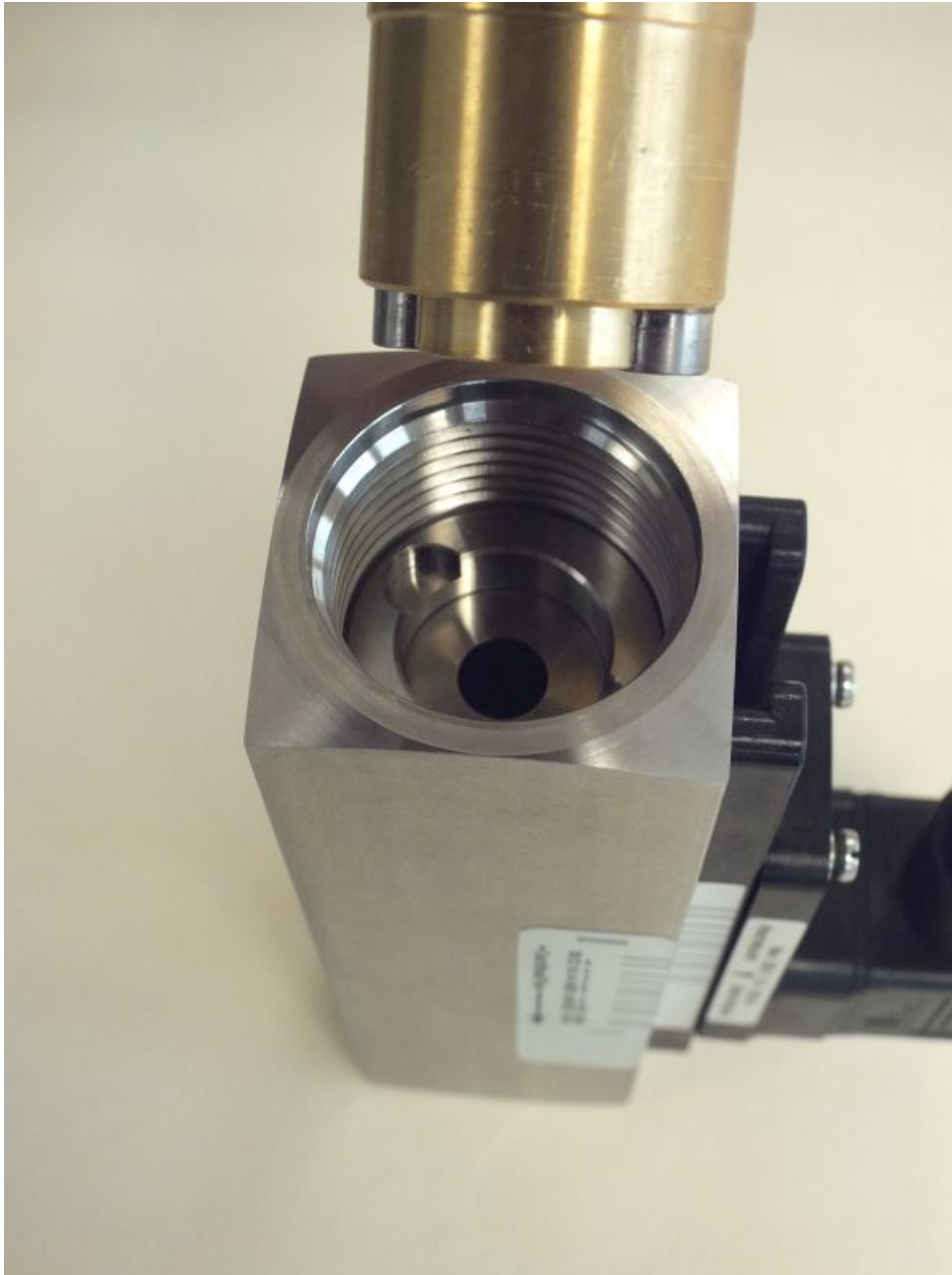

Abb. 50: Eindrehwerkzeug Gewinding (Eingang) einführen
- 10.** Das Eindrehwerkzeug-Gewinding in den Geräteeingang einführen (Abb. 50) und drehen bis es in die Mitnehmer-Nut des Gewindinges einrastet